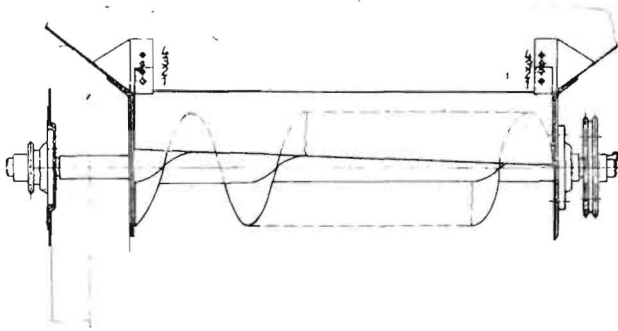

Bild 6/92
Durch eine Klappe im unteren Elevatorbereich ist die Elevatorkette zugänglich. Von Zeit zu Zeit ist es ratsam, die Elevatorketten auf Leichtgängigkeit der Rallen (R) und defekte Mitnehmer (M) zu überprüfen (Bild 6/91).